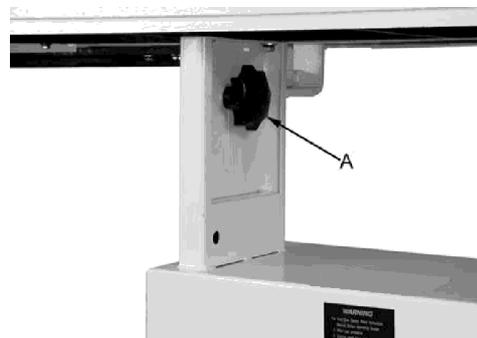

Abbildung 15
1. Lockern Sie zwei Verriegelungsknöpfe (A, Abb. 15).